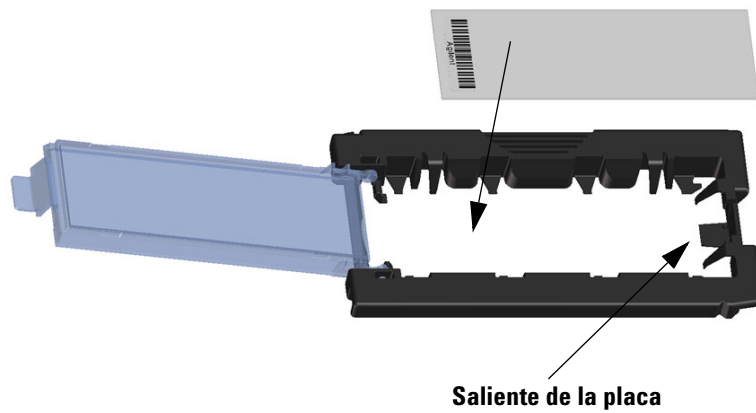

Figura 39 Insertar la placa en el portaplaclas
- c** Coloque con cuidado el extremo de la placa sin la etiqueta del código de barra sobre el saliente de la placa. Consulte Figura 39.